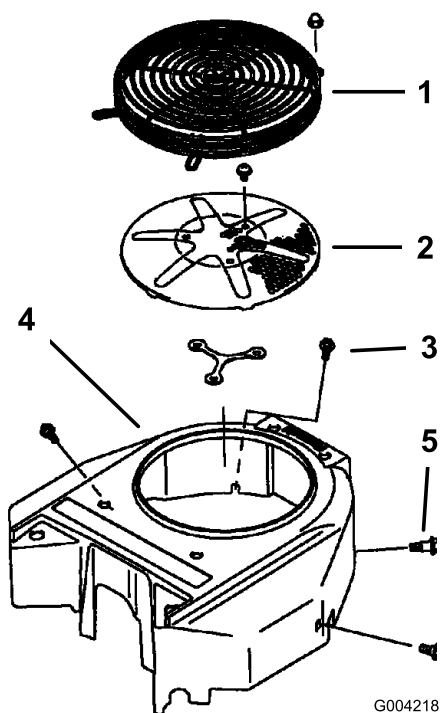

Figure 67
3. Retirez la grille d'entrée d'air, le lanceur et le carter du ventilateur (Figure 67).
5. Reposez la grille d'entrée d'air, le lanceur et le carter du ventilateur (Figure 67).